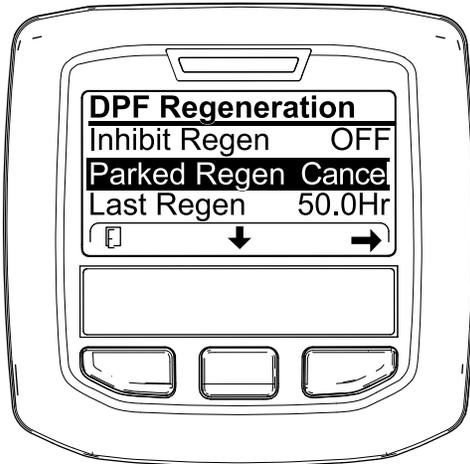
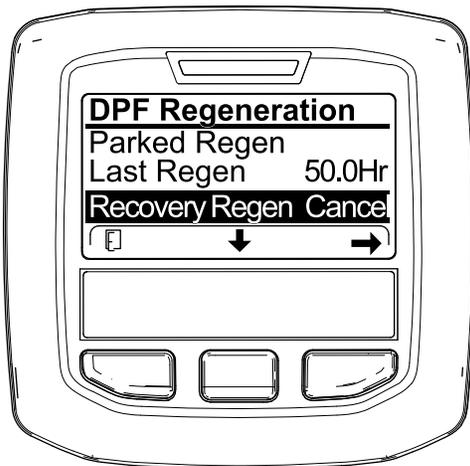

Figura 64
Figura 65
1. Acesse ao menu Regeneração do filtro de partículas de gásóleo (Figura 64).
2. Prima o botão central para ir até à opção CANCELAR REGENERAÇÃO EM ESTACIONAMENTO (Figura 64) ou CANCELAR REGENERAÇÃO DE RECUPERAÇÃO (Figura 65).
3. Pressione o botão direito para seleccionar a entrada Cancelar regeneração (Figura 64 ou Figura 65).